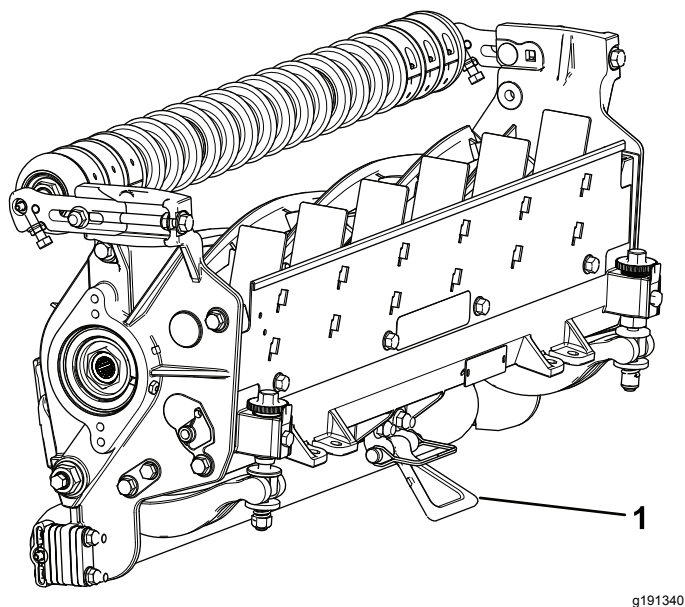

Figura 13
**Importante:** Certifique-se de que as porcas na parte traseira dos parafusos de ajuste da barra de apoio não estão apoiadas na superfície de trabalho; utilize o apoio (Figura 13).